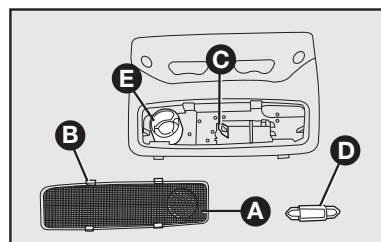

fig. 42
- Para trocar a lâmpada de leitura **E-fig. 42**, girar o conector no sentido anti-horário e puxar a lâmpada fixada a pressão;